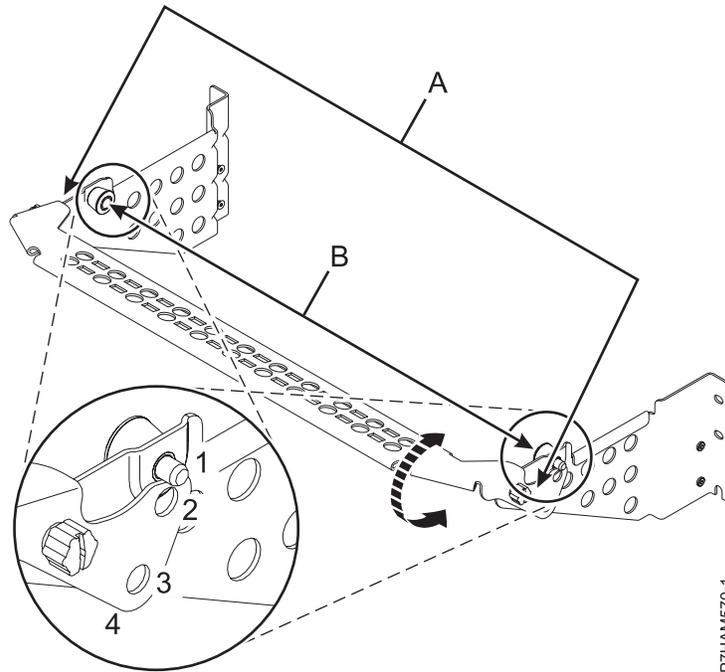

Abbildung 10. Drehpositionen der Kabelführung
- Die Erweiterungseinheit 5802 oder 5877 wird mit der Kabelführung am Rack befestigt, falls eine umfangreiche Organisation für die mit der Erweiterungseinheit verbundenen Kabel vorgesehen ist. Die Kabelführung beinhaltet ein Fach, das in die folgenden Positionen gedreht werden kann (siehe Abb. 10 auf Seite 12).